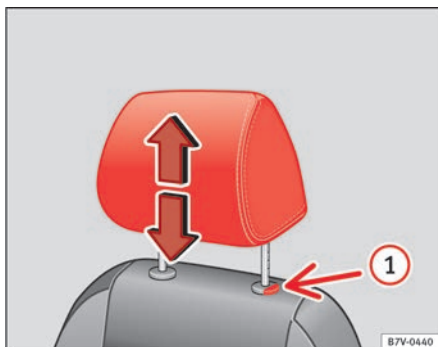
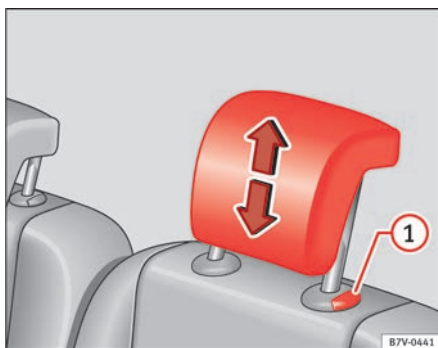

Fig. 84 Ajustar los apoyacabezas delanteros.
Fig. 85 Ajustar los apoyacabezas posteriores.
- Desplace el apoyacabezas en el sentido de la flecha, hacia arriba o hacia abajo a la vez que presiona la tecla ⇒ fig. 84 ① o ⇒ fig. 85 ① ⇒ ⚠.